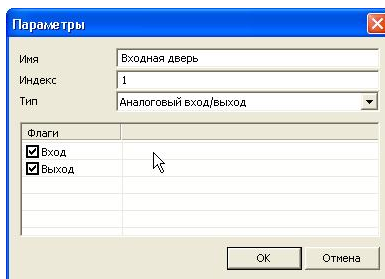

Рис.22 – Настройка параметров канала
- Нажать кнопку *ОК* (рис.22).